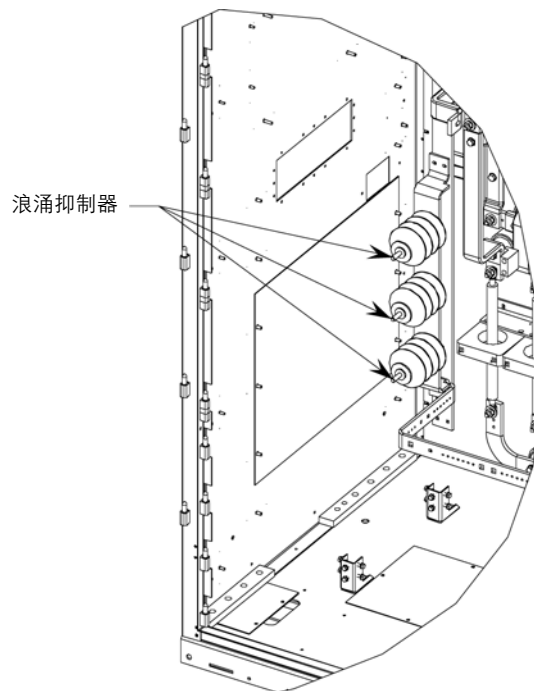

图 5.9 - 浪涌抑制器
6. 更换环形接线片和尺寸为 6.4 mm(1/4 英寸)的零件。(请参阅图 5.9)